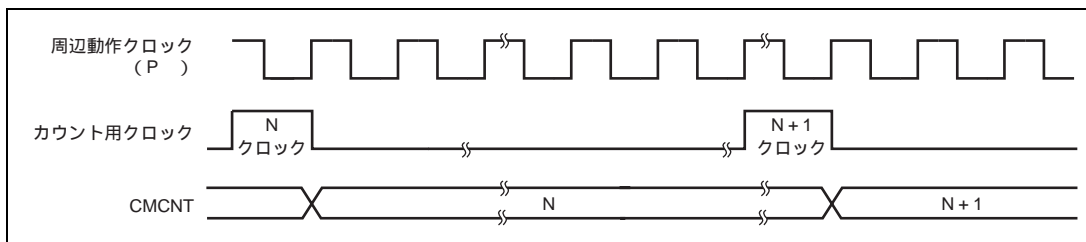

図 16.3 カウントタイミング
クロック (P) を分周して得られた 4 種類のクロック ($P/8$ 、 $P/32$ 、 $P/128$ 、 $P/512$) のうち 1 つを CMCSR の CKS1、CKS0 ビットにより選択することができます。図 16.3 にそのタイミングを示します。